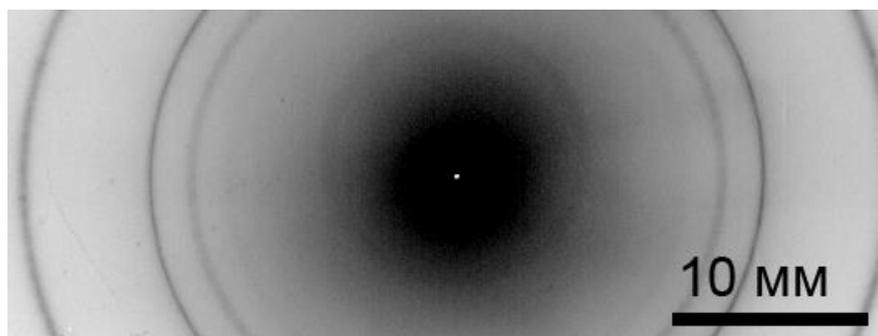

Рис. 3 Электронограмма пленки MgO
4. Рассчитайте постоянную электронографа по электронограмме MgO (рис. 3). (Масштабная шкала отражает размеры электронограммы на фотопленке)